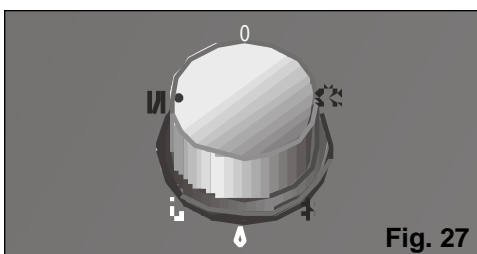

Fig. 27
- Seleccionar la función calefacción. **Fig. 27.**